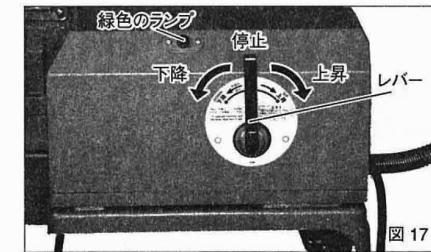

図 17
- ・ポンプにあるレバーを軽く手前に引きながら左に倒すと、ポンプが作動して上ローラが下降します。パイプに軽く上ローラが当たったらすぐにレバーを中央(停止)の位置に戻します。(図17参照)(ローラがパイプに当たるとポンプからキュッキュッという音が出ます。)